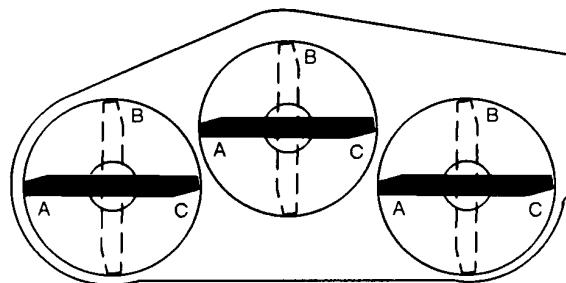
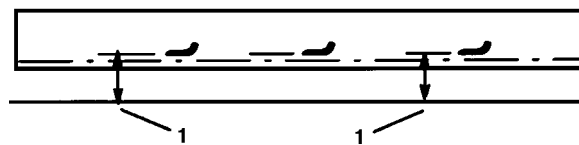

Fig. 15
Fig. 16
5. Sett alle knivene i stilling “A” (fig. 15) og mål fra den flate delen til spissen på hver kniv (fig. 16).
6. Merk deg verdiene ved “A”, drei knivene til stilling “B” (fig. 15), mål avstanden på alle knivene til den flate delen og merk deg verdiene (fig. 16).
7. Drei knivene til stilling “C”, mål og merk deg avstanden (fig. 15 og 16).